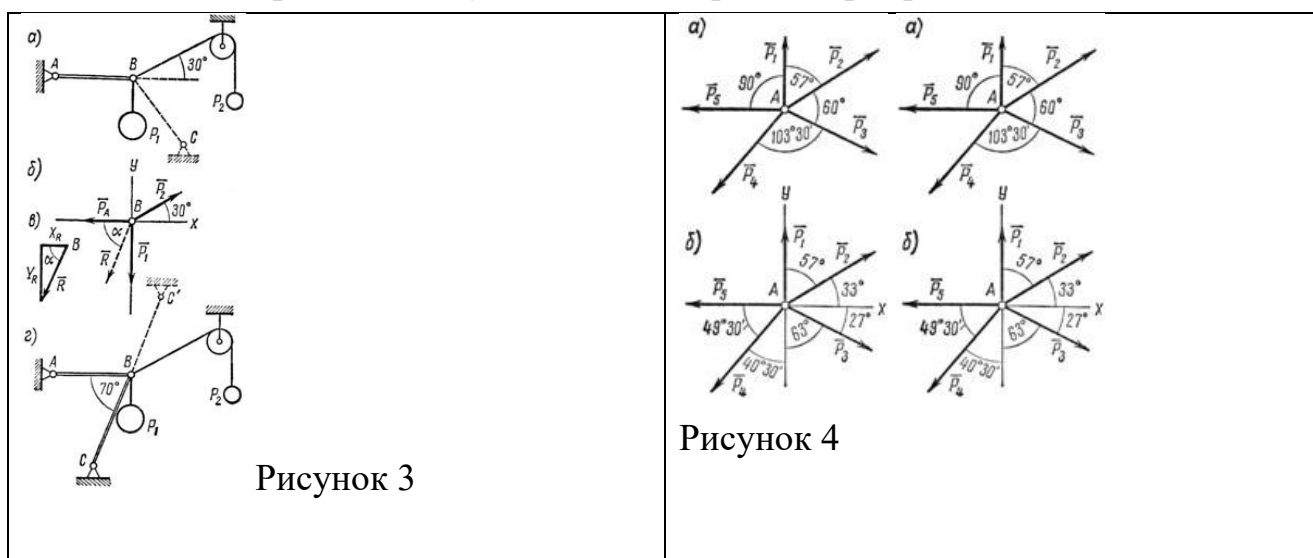

Рисунок 3
2. На конце В горизонтального стержня АВ необходимо прикрепить две нити с грузами  $P_1 = 4$  кН и  $P_2 = 0,8$  кН, как показано на рис. 3, а. Под каким углом к этому стержню следует присоединить второй стержень ВС, чтобы стержень АВ растягивался силой  $P_A = 2$  кН. Какое усилие при этом будет испытывать стержень ВС?